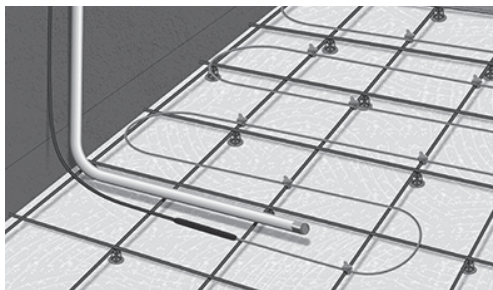

Fig. 6. Plasser ledningsrøret/føleren mellom kablene
8. Du kan velge å legge ned et ledningsrør i gulvføleren. Sørg for at føleren plasseres på samme nivå som kabelen og mellom sløffene. Forsegl enden av ledningsrøret (Fig. 6).